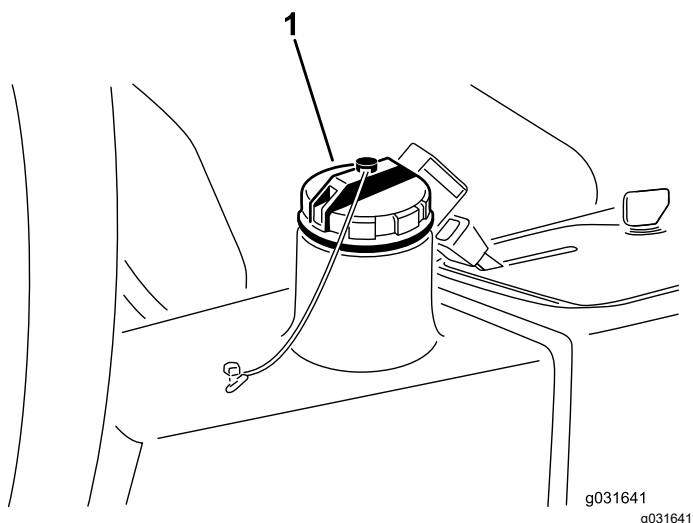

图 67
4. 向液压油箱 图 67注入约 13.2L 液压油请参阅 液压油规格 \(页码 49\)和 检查液压油油位 \(页码 50\)。